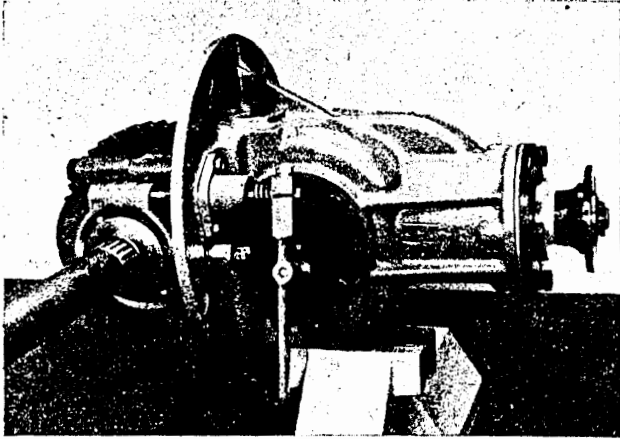
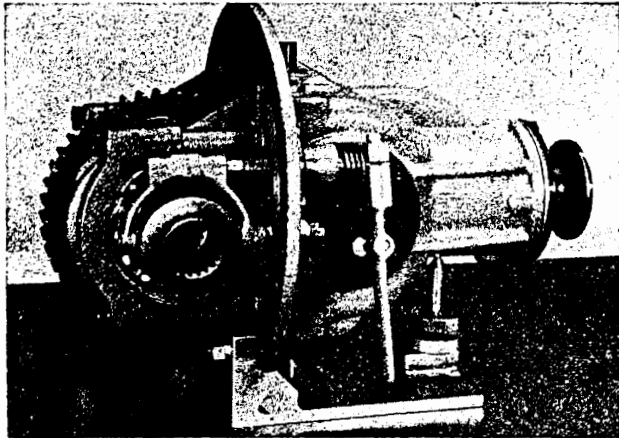

Bild H 11. Achsgetriebe im Schraubstock eingespannt
Bild H 12. Achsgetriebe auf Aufspannwinkel gespannt
2. Achsgetriebe in einem Schraubstock einspannen (Bild H 11) oder auf einem Aufspannwinkel VP-759.1 befestigen (Bild H 12).
2. Achsgetriebe in einem Schraubstock einspannen (Bild H 11) oder auf einem Aufspannwinkel VP-759.1 befestigen.